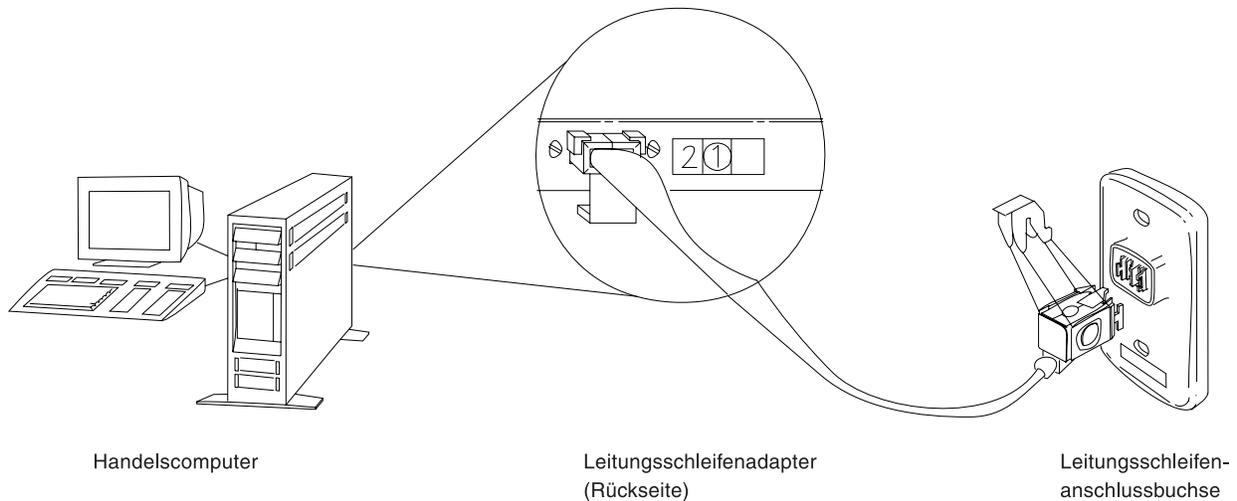
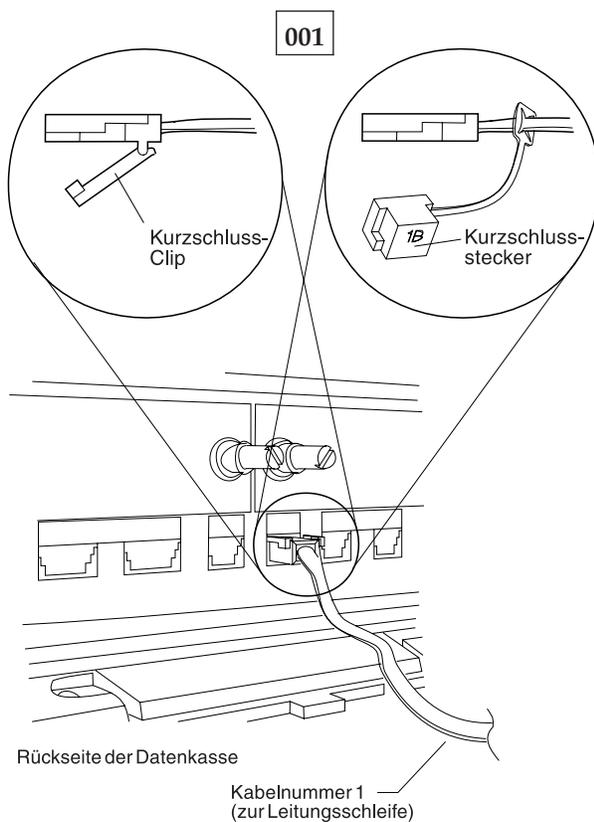

Abbildung 39. Leitungsschleifenadapter des Handelscomputers und Leitungsschleifenanschlussbuchse
Abbildung 40. Leitungsschleifenkabel 1 für Datenkasse Mod1 und Kurzschluss-Stecker 1B
- Sicherstellen, dass das Leitungsschleifenkabel an die Leitungsschleifenbuchse der Datenkasse angeschlossen ist, an der Nachricht W005 erscheint, und dass das andere Ende des Kabels an die Leitungsschleifenanschlussbuchse angeschlossen ist. Siehe Abb. 39 auf Seite 527 und Abb. 40 auf Seite 527.
- Den Backup-Handelscomputer von der Leitungsschleife trennen, indem das Leitungsschleifenkabel aus der Leitungsschleifenanschlussbuchse herausgezogen wird. Siehe Abb. 39 auf Seite 527.
- Diese Datenkasse Mod1 von der Leitungsschleife trennen, indem das Leitungsschleifenkabel aus der Leitungsschleifenanschlussbuchse herausgezogen wird. Siehe Abb. 39 auf Seite 527.
Ist das Leitungsschleifenkabel am Leitungsschleifenadapter des aktiven Handelscomputers angeschlossen? Siehe Abb. 39 auf Seite 527.